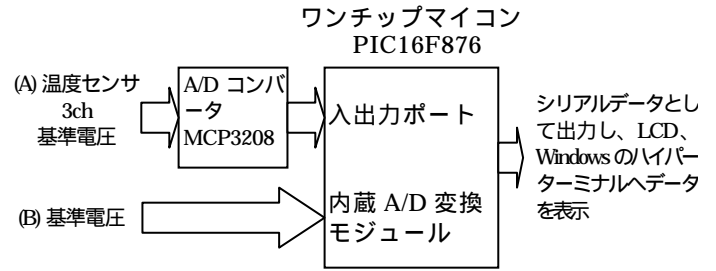
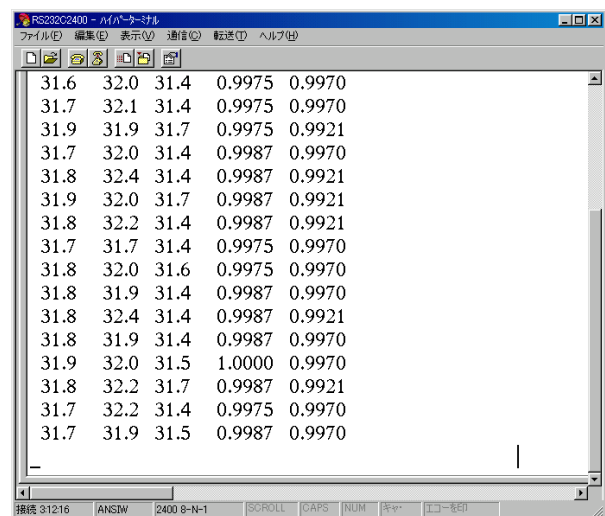

図 1 A/D 変換システム
図 2 ハイパーターミナルの測定画面
図 1 に A/D 変換システムを示します。(A) の MCP3208 には基準電圧源 (1.0000V) と温度センサを 3CH 接続し、(B) の内蔵モジュールには基準電圧源 (1.0000V) のみを接続しました。図 2 に Windows のハイパーターミナルに出力した結果を示します。左から 3 つのデータが温度、その右隣が (A) の基準電圧の A/D 変換値、一番右端のデータが (B) の基準電圧の A/D 変換値です。基準電圧を比較すると、(A) は 1.0000V に対して最大 0.0025V の誤差、(B) は最大 0.0079V となっており、精度が向上していることがわかります。また、分解能は (A) が 0.0012~0.0013(V)、(B) の方が 0.0049(V) であり計算値とも一致しています。